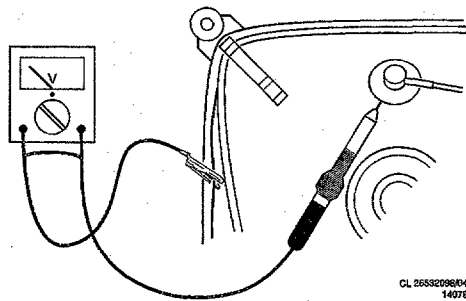

Fig. 3.1
2. Para no dañar los circuitos impresos y transistores hay que evitar toda descarga disruptiva de la alta tensión. Siga el método indicado en la Fig. 3.1 para descargar el tubo de imagen, con lo cual evitará dañar éste. Utilice para ello una sonda de alta tensión y un medidor universal (posición DC-V). La descarga debe seguir hasta que la lectura del medidor sea 0V (después de unos 30s).